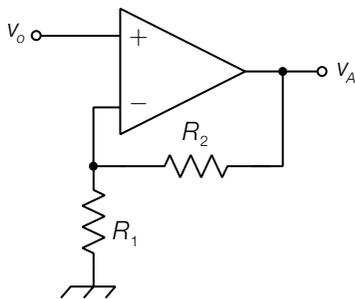

FIGURA 8 Amplificatore non invertente (blocco 6).
- g) Il blocco 6 può essere realizzato con un amplificatore non invertente (FIGURA 8), con un guadagno tale da ottenere in uscita $V_A = 5$ V quando l'ingresso vale $V_{o(90)} = 0,143$ V. Il guadagno risulta quindi